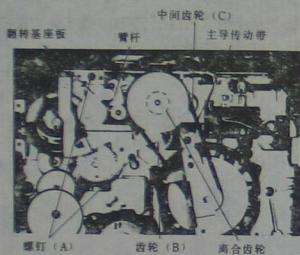

图 1-53 翻转基座板和离合器齿轮的安装
7) 参看图 1-53, 按逆时针方向拉动臂杆, 然后, 在底盘上安装翻转基座板并拧紧两个螺钉 (A)。
8) 参看图 1-53, 按顺时针方向拉齿轮 (B)。然后, 将离合齿轮安装到柱上。
9) 参看图 1-53, 向另一个柱, 并顺着这个柱的配合切口, 装上中间齿轮 (C), 使之与其拉杆的切口相配合。然后, 装上开口止推垫圈, 并加以固定。
10) 参看图 1-53, 在离合齿轮上安装好离合带轮。然后, 装上主导传动带。